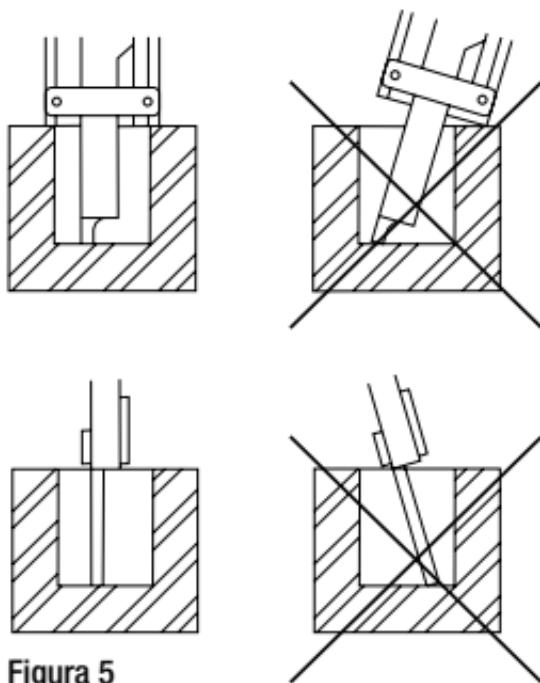

Figura 5
- **Medida de profundidade:** coloque a haste para medição da profundidade (3) perpendicularmente à parte inferior da peça a ser medida (Figura 5).